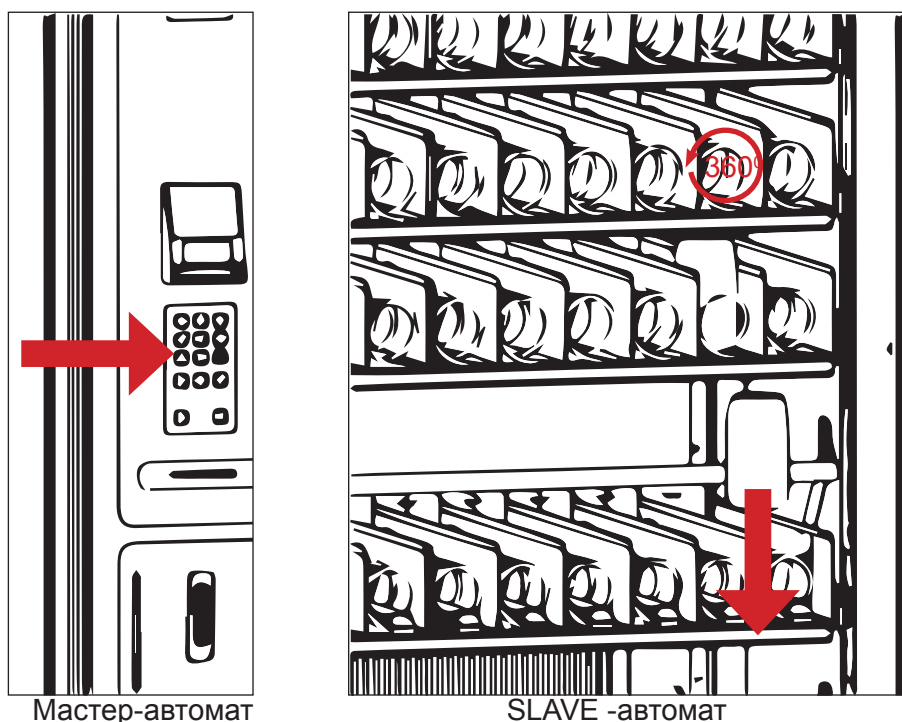

Рисунок 1 - Принцип работы
4. Электродвигатель, приводящий в движение спираль ячейки с выбранным товаром делает один полный оборот на 360°, подавая товар в лоток выдачи (см.рис.1);